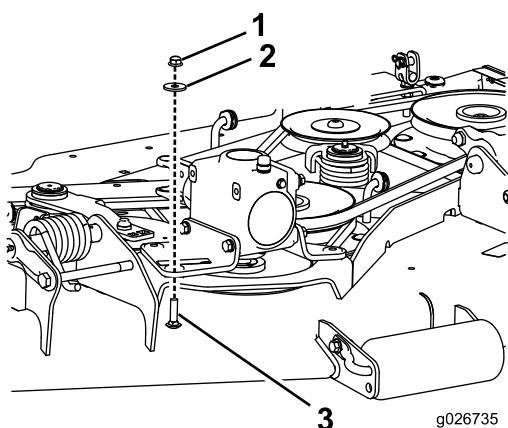

Figura 4
1. Retire as porcas e anilhas dos parafusos de carroçaria que prendem parte da frente dos suportes de montagem da caixa de velocidades à plataforma do cortador (Figura 4).